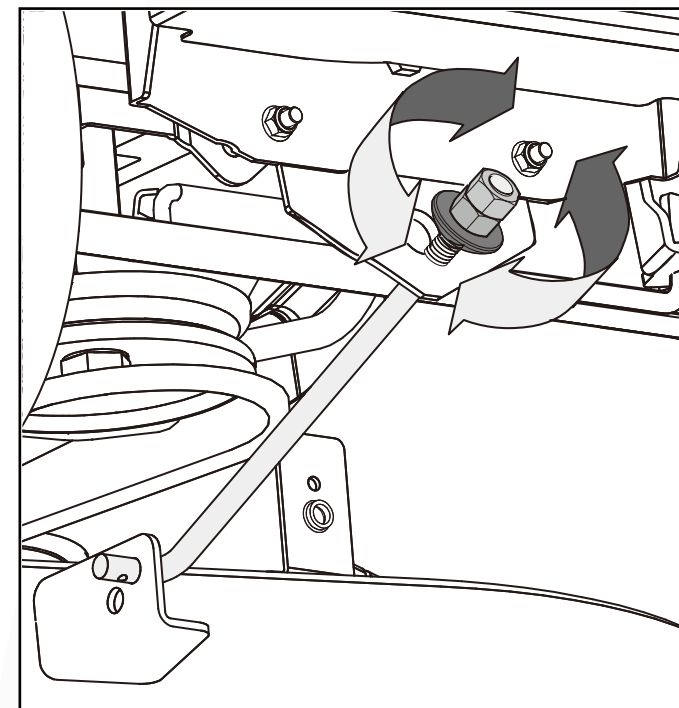

Fig. 30
3. Si se necesita el ajuste de adelante hacia atrás, después de aflojar la tuerca de seguridad exterior, gire la tuerca de ajuste interna en el sentido de las agujas del reloj para elevar o en el sentido contrario a las agujas del reloj para bajar la parte delantera de la cubierta de corte. (Fig. 30)
5. Sin mover la tuerca de ajuste interna, vuelva a apretar la tuerca de seguridad externa para asegurar la tuerca de ajuste interna en su lugar. (Fig. 30)